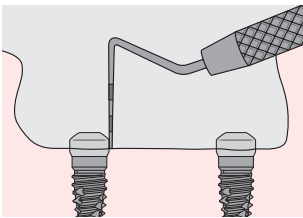

Fig. 1
- (Fig. 1): Determinare l'altezza corretta di ciascun Dalbo® Certain® Abutments misurando l'altezza della cappetta di guarigione al di sopra della mucosa, **senza** considerare la convessità, con una sonda (scala 1 mm). Sottrarre poi il valore misurato dall'altezza complessiva della cappetta di guarigione e aggiungere 1 mm. Sono disponibili complessivamente tre varianti della lunghezza di 2, 4 e 6 mm.